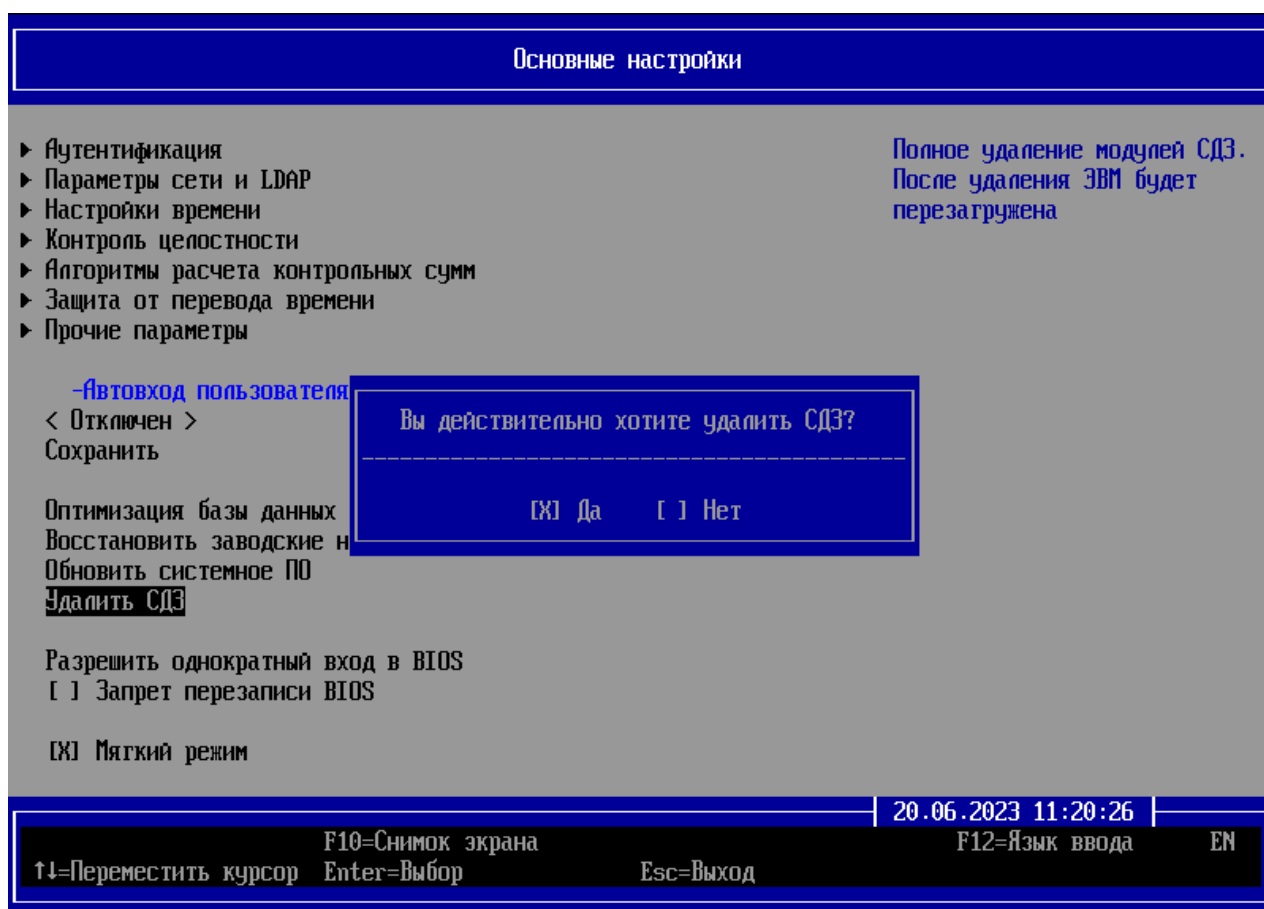

Рисунок 10.5 – Выбор параметра «Удалить СДЗ»
10.2.2 В появившемся диалоговом окне необходимо выбрать параметр **«Удалить СДЗ»** (рисунок 10.5).
10.2.3 В диалоговом окне (рисунок 10.5) необходимо выбрать **«Да»** для удаления изделия. В случае успешного завершения удаления произойдет восстановление оригинального образа UEFI BIOS, сохраненного на этапе установки изделия. На этом процесс удаления изделия завершен и следующая загрузка ОС произойдет в штатном режиме.